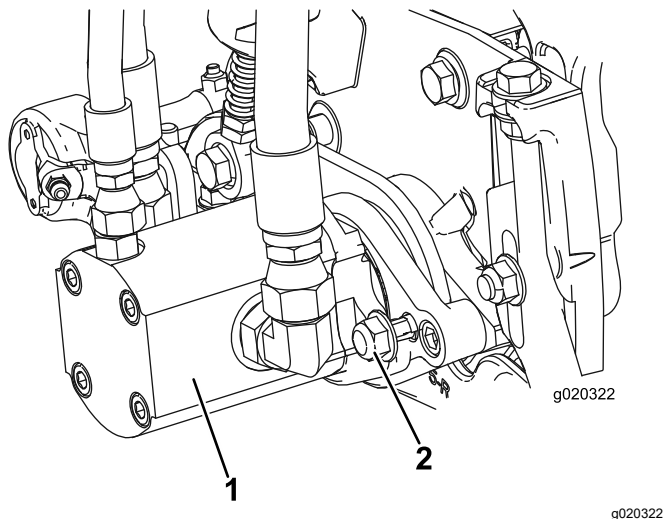

Bild 13
3. Montieren Sie den Motor; drehen Sie ihn nach rechts, damit die Motorflansche nicht die Sicherungsmuttern berühren (Bild 13).